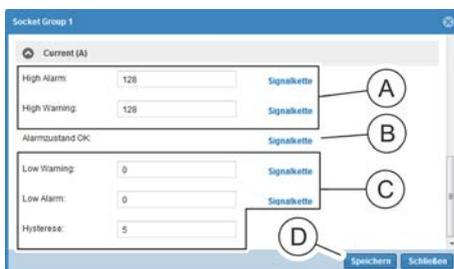

Abb. 191: Fenster "Socket Group <Nr.>"
5. Im Bereich „Current (A)“ einen Wert für „High Alarm“ und „High Warning“ eingeben (Abb. 191/Ⓐ) und eine Signalkette zuweisen. Dazu auf die Schaltfläche „Signalkette“ klicken.
6. Im Fenster "Alarm konfigurieren" eine Signalkette auswählen und über die Schaltfläche „→“ (Abb. 191/Ⓐ) ins Feld „ausgewählte Signalketten“ schieben. Auswahl über die Schaltfläche „Speichern“ (Abb. 191/Ⓑ) bestätigen.
7. Im Bereich „Current (A)“ dem Parameter „Alarmzustand OK“ (Abb. 191/Ⓒ) bei Bedarf eine Signalkette zuweisen (analog zu Schritt 5 und 6).
8. Im Bereich „Current (A)“ einen Wert für „Low Warning“, „Low Alarm“ und „Hysteresis“ eingeben (Abb. 191/Ⓒ) und eine Signalkette zuweisen (analog zu Schritt 5 und 6).
9. Auswahl über die Schaltfläche „Speichern“ (Abb. 191/Ⓓ) bestätigen.